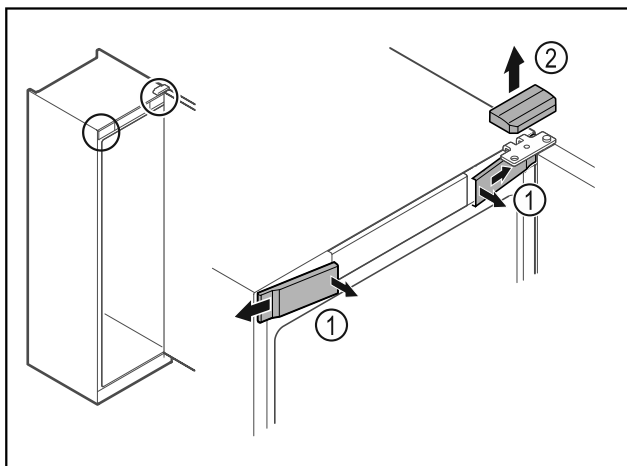

Fig. 11
- ▶ Izvadite prednje poklopce Fig. 11 (1) iznutra i skinite ih na stranu.
- ▶ Skinite gornji poklopac Fig. 11 (2) prema gore.